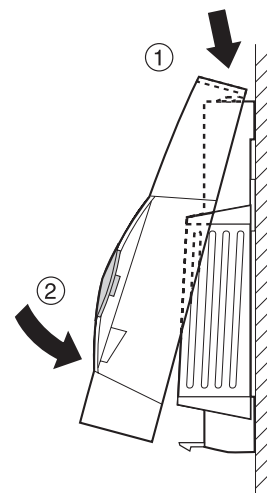

Fig. 14: Fixation du capot
- ▶ Replacer le capot sur le support en clipsant le haut puis en poussant vers le bas (voir Fig. 14).
- Replacer le capot sur le support en clipsant le haut puis en poussant vers le bas (voir Fig. 14, Page 24).